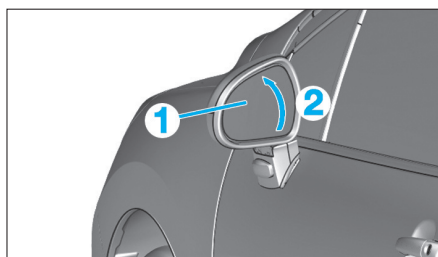

Fig. 102
- Régler la position de la glace de rétroviseur extérieur (1) en position haute maximum (2) (Fig.102).